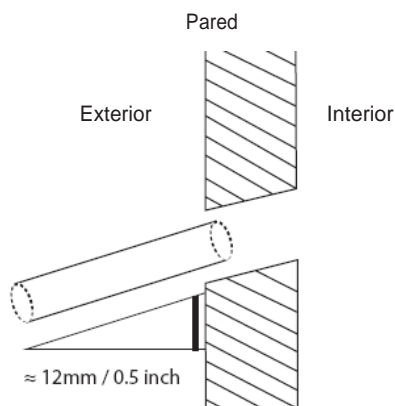

Fig. 6.5
3. Realice un agujero en la pared utilizando una broca hueca de 65 mm (2,5"). Asegúrese de perforar el agujero en un ángulo ligeramente descendente, de modo que la parte exterior del agujero esté unos 12 mm (0,5") por debajo de la parte interior. Esto garantizará un drenaje correcto. (Vea la Fig. 6.5). Coloque el protector de la pared en el agujero. Esto protegerá los bordes del mismo y ayudará a sellarlo una vez finalizado el proceso de instalación.